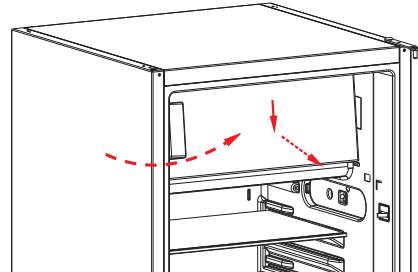

Abb. 9
- ▶ Setzen Sie die Gefrierfachtür wieder auf das Gefrierfach, indem Sie die Gefrierfachtür von unten leicht schräg nach oben schieben (Abb. 9). Achten Sie dabei darauf, dass der Zapfen der Türoberseite in der Aussparung am Gerät sitzt und die Dichtung richtig mit dem Gefrierfachrand abschließt.